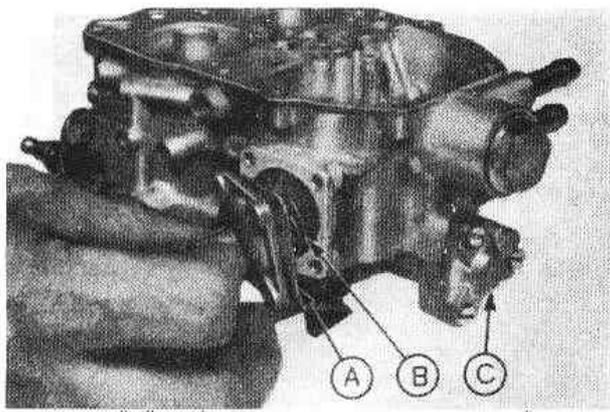

Рис. 3.84. Снятие ускорительного насоса (Разд.34)
5. Выверните четыре винта, крепящих диафрагму ускорительного насоса. Соблюдайте осторожность, чтобы не потерять пружину (Рис.3.84).